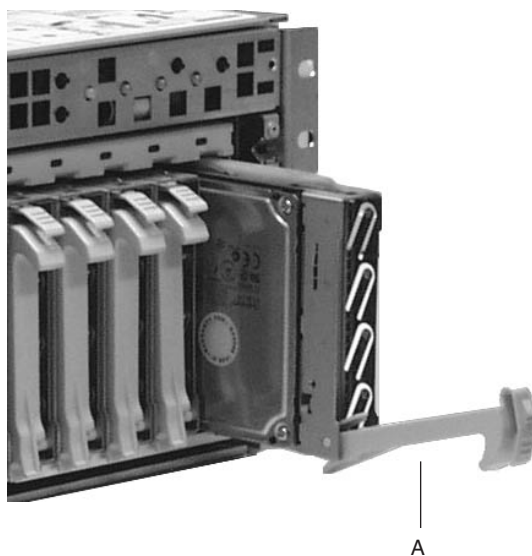

Figura 4-3 Desconexión del soporte de la unidad del chasis
5. Tome el asa de seguridad y hálala hacia usted para desacoplar el conector de la unidad del conector del plano posterior. En la Figura 4-3 el asa de seguridad se identifica con una "A".